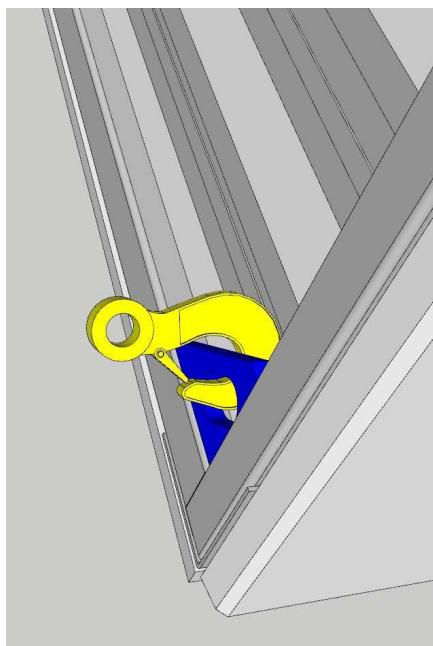

Figura 04 - Içamento utilizando ganchos
c) Além do uso de manilhas (Figura 04), o içamento poderá ser realizado também através do uso de ganchos (Figura 04);